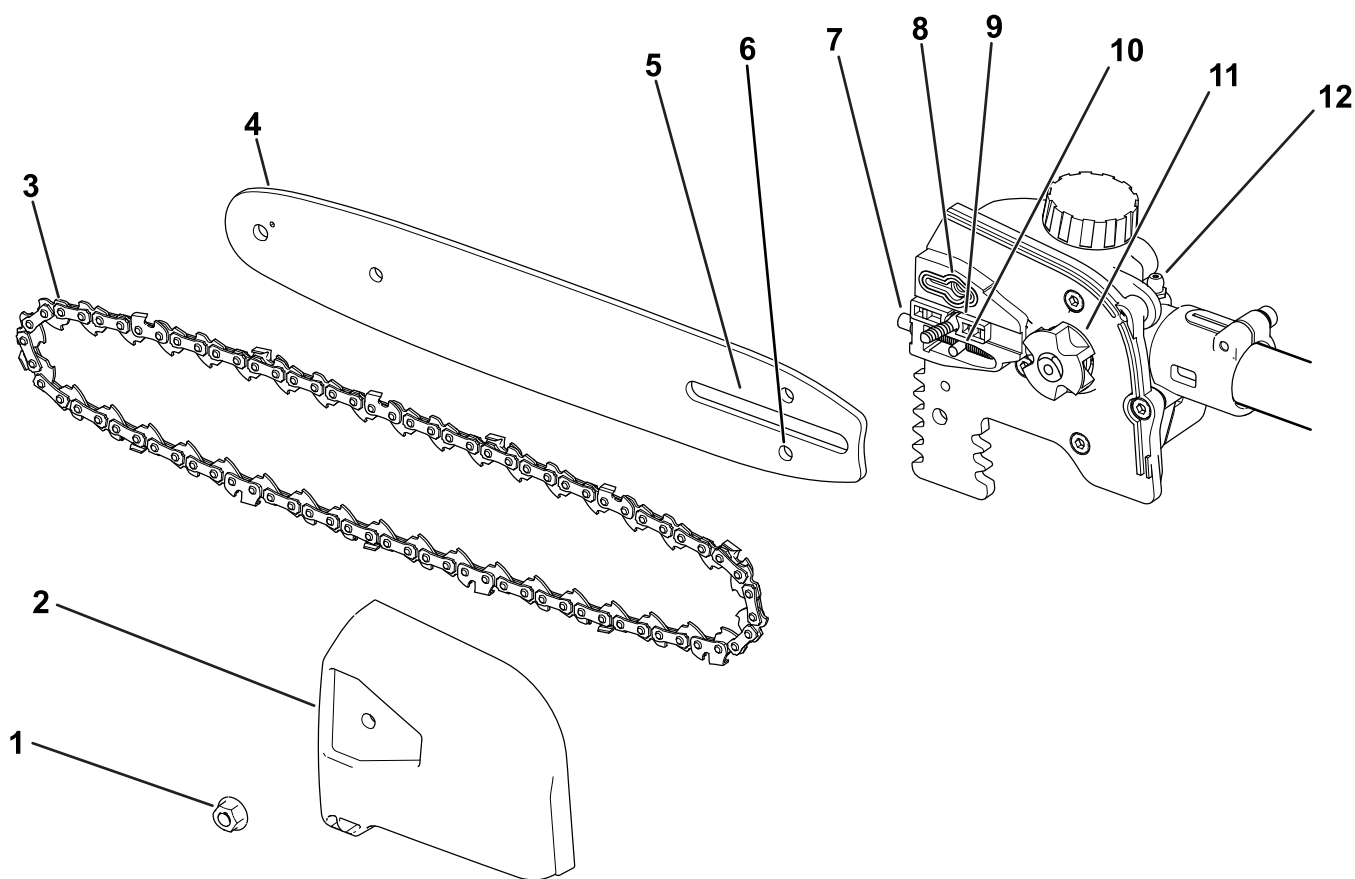

Figura 3
2. Retire la cubierta lateral; gire el tornillo de la cubierta en sentido antihorario hasta que el tornillo quede libre, y luego retire la cubierta lateral (Figura 3).
- Coloque el bucle abierto de la cadena (la parte que no está montada en la espada) alrededor del piñón de arrastre de la sierra de pértiga (Figura 3).
**Importante:** Asegúrese de introducir el espárrago de ajuste de la cadena en la ranura del espárrago de ajuste de la cadena de la espada (Figura 3).